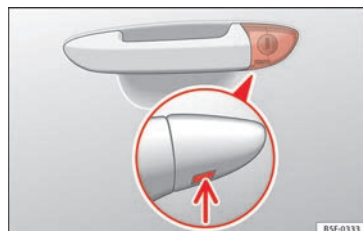

Abb. 3 Fahrertürgriff: verborgener Schließzylinder.
- Den Schlüsselbart am Fahrertürgriff in die untere Öffnung der Abdeckkappe stecken »» **Abb. 3** (Pfeil) und die Abdeckkappe von unten nach oben abziehen.